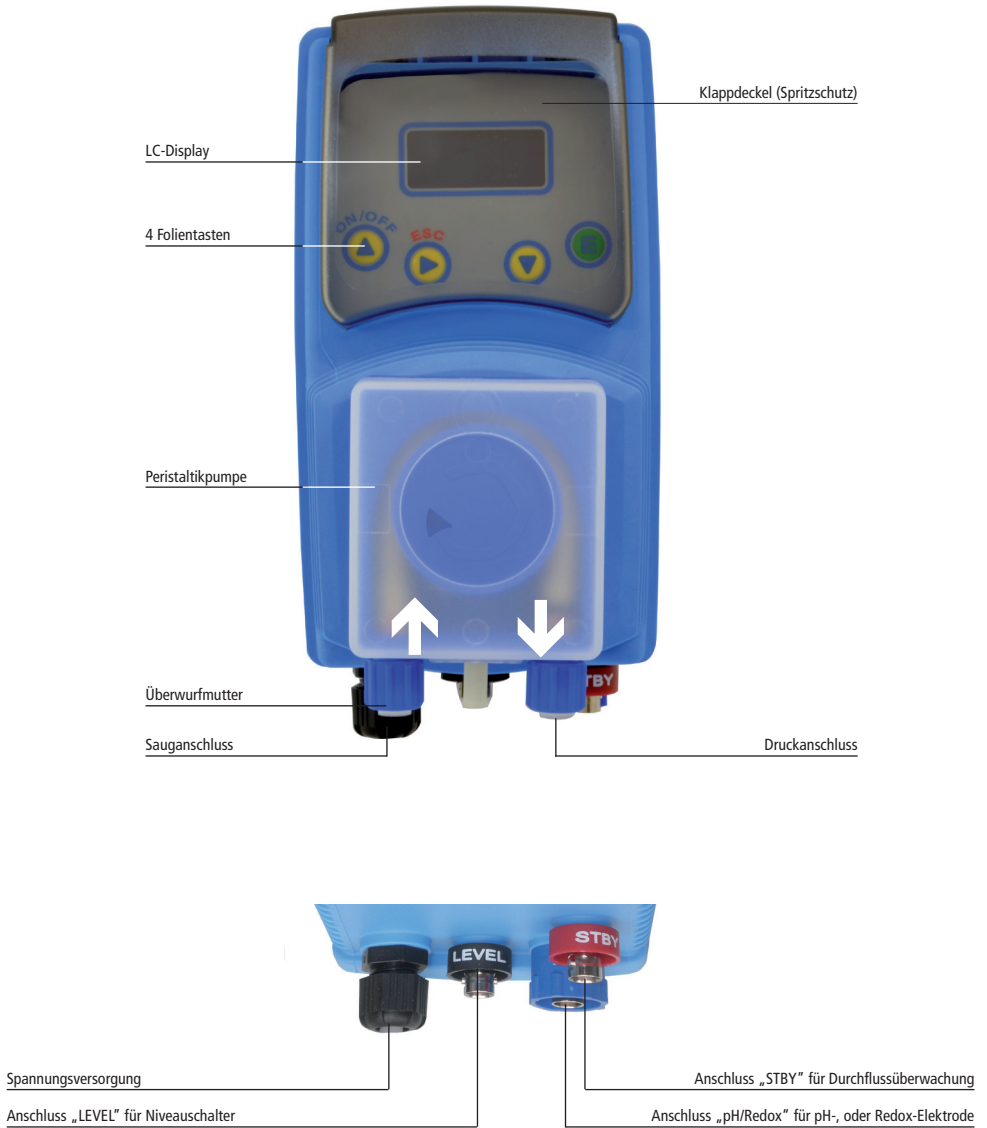

Abb. 2.3 Gerätebeschreibung
- Drehen Sie die Überwurfmutter der Schlauchanschlüsse (siehe Abb. 2.3) ganz ab.
- Schließen Sie den BNC-Stecker des Leermelders an den Anschluß „LEVEL“ der Dosierpumpe an (siehe Abb. 2.3).